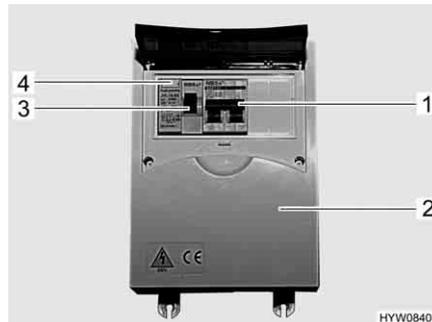

Fig. 48 Caja de fusibles de 230 V con interruptor de protección de línea e interruptor FI
Un interruptor de corriente de defecto (interruptor FI) (Fig. 48,3) en la caja de fusibles (Fig. 48,2) asegura el vehículo completo contra corriente de defecto (0,03 A).
El interruptor de protección de línea conectado en serie (10 A) (Fig. 48,1) asegura las cajas de enchufe de 230 V, el frigorífico y el bloque eléctrico.
- Si el vehículo está conectado a la alimentación de 230 V, pulsar la tecla de prueba (Fig. 48,4). Se debe activar el interruptor de corriente de defecto (FI).